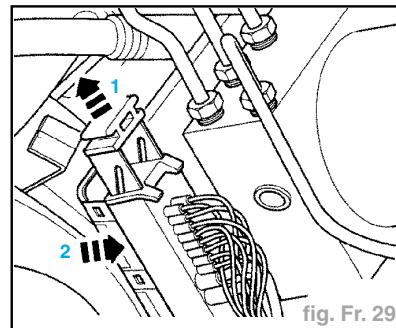

fig. Fr. 29
- Déverrouiller la fiche de l'appareil de commande (flèche 1) et la débrancher (flèche 2) (fig. Fr. 29).